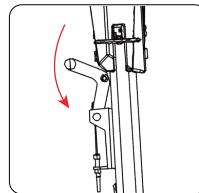
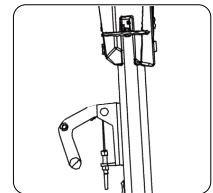

Figure03
Figure04
2. Abaissez la poignée du rouleau derrière la poignée de commande jusqu'à ce que la tête de la raclette touche le sol (Figure 03-Figure 04).